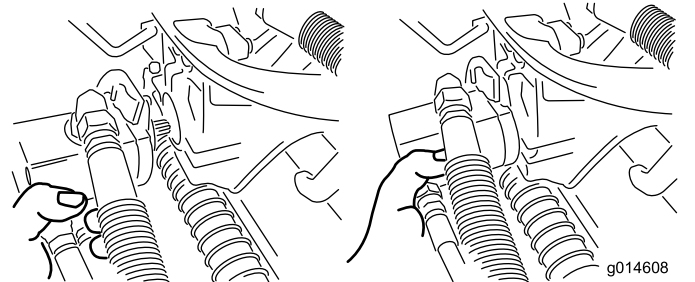

Figura 52
- Amplasai motorul în locul de depozitare din partea din față a braului de suspensie (Figura 52).